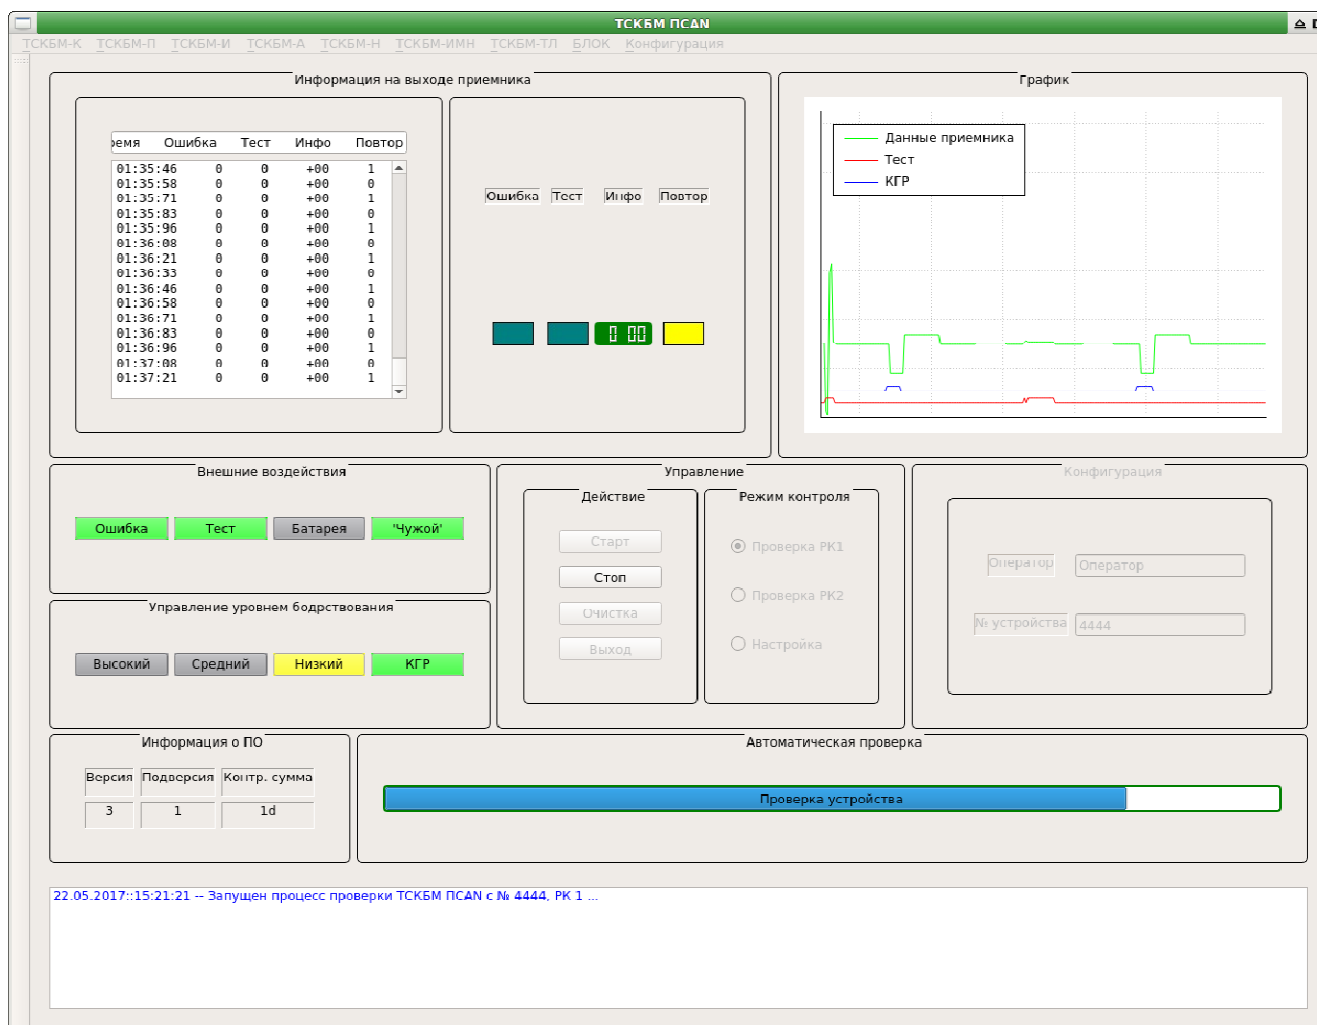

Рисунок 2.4.11.11 – Сообщение системы Запущен процесс проверки РК1 ТСКБМ-ПСАН
- г) В конце проверки **РК1** ТСКБМ-ПСАН программа остановит работу, активизирует панели Действие и Режим контроля и выведет сообщение системы о результатах проверки: рисунок 2.4.11.12.